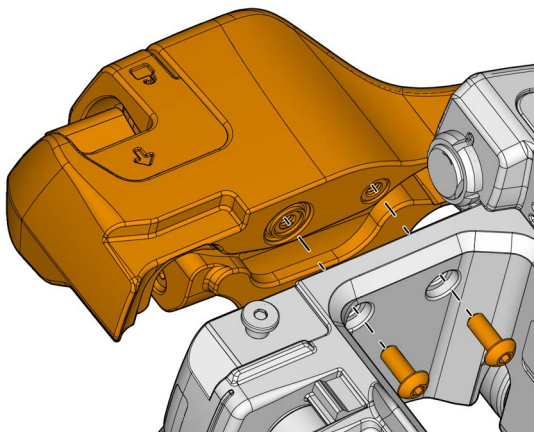

Figura 2-5 Remoção do codificador de índice
1. Usando a chave hexagonal de 2,5 mm fornecida, remova os dois parafusos de montagem do conjunto do codificador de índice. Veja a Figura 2-5 na página 49.